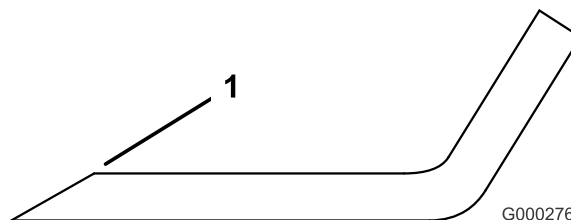

Figure 79
1. Au moyen d'une lime, affûtez les tranchants aux deux extrémités de la lame (Figure 79). Veillez à conserver l'angle de coupe d'origine. Limez la même quantité de métal sur chacun des deux tranchants pour ne pas déséquilibrer la lame.